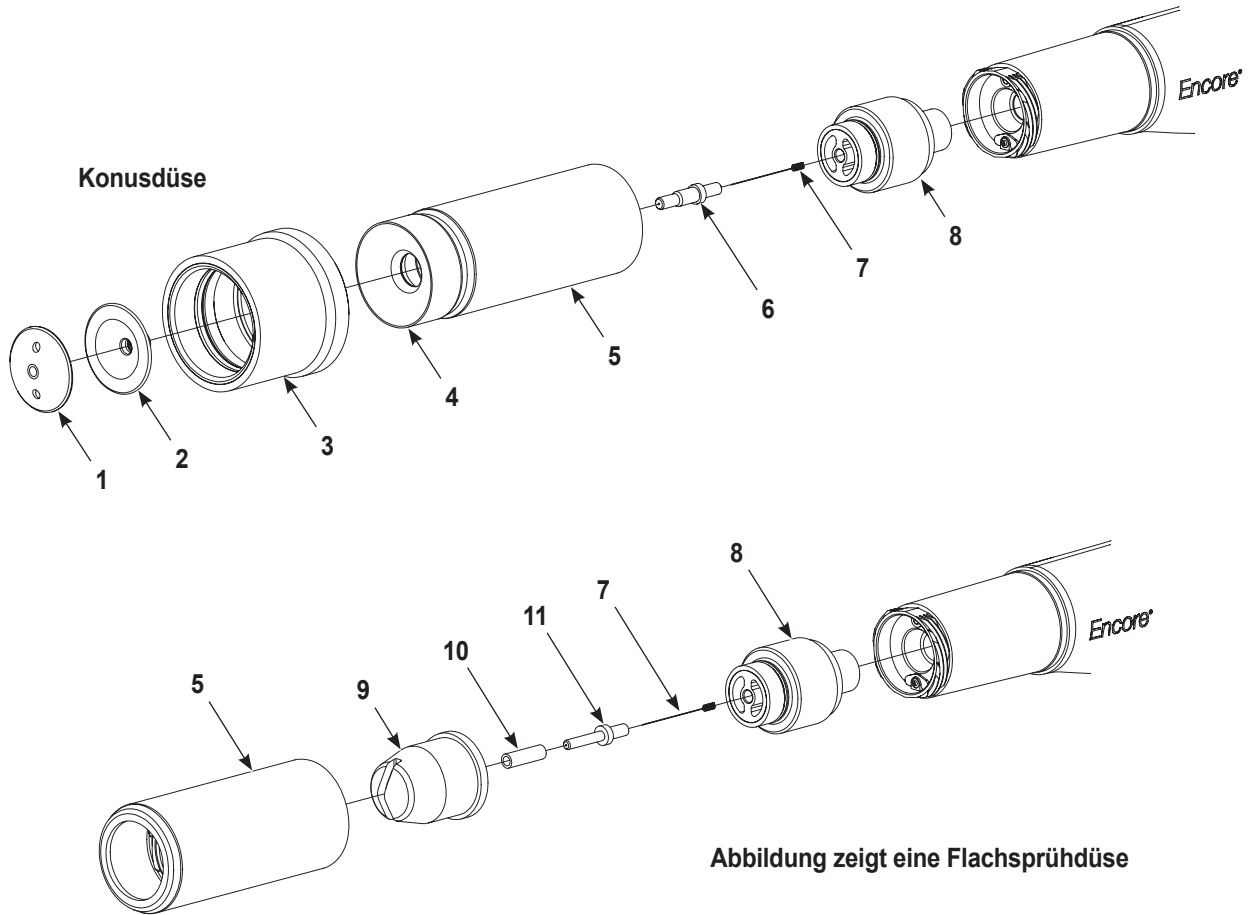

Abbildung 7 Wechsel von Konusdüse auf Flach- oder Winkelsprühdüse (die Abbildung zeigt eine Flachsprühdüse)
Siehe Abbildung 7. Für die Umrüstung von einer Standardkonusdüse auf eine Flach- oder Winkelsprühdüse Folgendes bestellen:
3. Siehe Abbildung 7. Düse vom Applikator abnehmen:
**Konusdüse:** Ablenkerkappe (1) losschrauben, dann den Ablenker (2) abnehmen. Die Düsenmutter (4) losschrauben und zusammen mit Düse und Sprühbildverstellhülse (3) vom Applikator abnehmen.
**Flach- oder Winkelsprühdüse:** Die Düsenmutter (4) losschrauben und zusammen mit der Düse (8) vom Applikator abnehmen.
4. Die Elektrodenhalterung (7) aus dem Applikator ziehen.
7. Bei Verwendung einer Konusdüse die Sprühbildverstellhülse (3) von Düsenmutter und Düse abziehen. Alle ausgebauten Teile mit einem Druckluftapplikator mit niedrigem Druck reinigen. Die Teile mit einem sauberen trockenen Tuch abwischen.